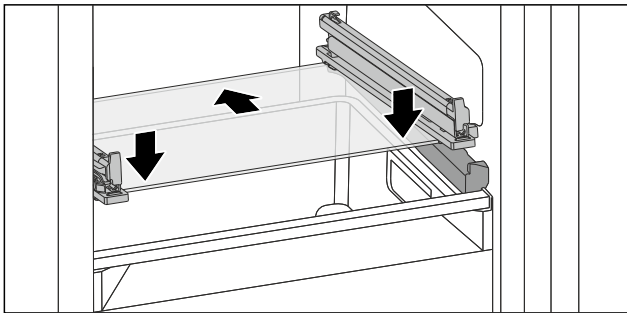

Fig. 132 Glasplatte des abklippbaren Schubfachs
- ▶ Glasplatte schräg hinter den Stopperrahmen aufsetzen. (siehe Fig. 132)